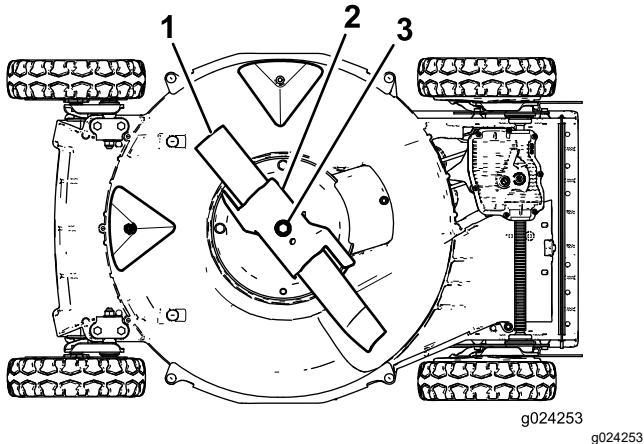

Figura 26
5. Inclinate la macchina sul fianco **destra** (il filtro dell'aria in alto) come mostrato in Figura 26.